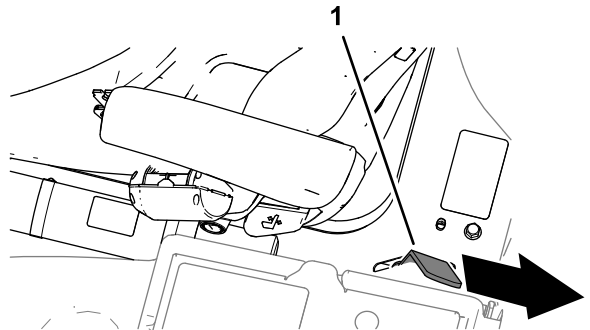

Bild 14
3. Senken Sie die Plattform vollständig ab und schieben Sie den Sperrriegelgriff der Plattform zum Heck der Maschine, bis der Riegel ganz in der Sperrstange einrastet (Bild 14).